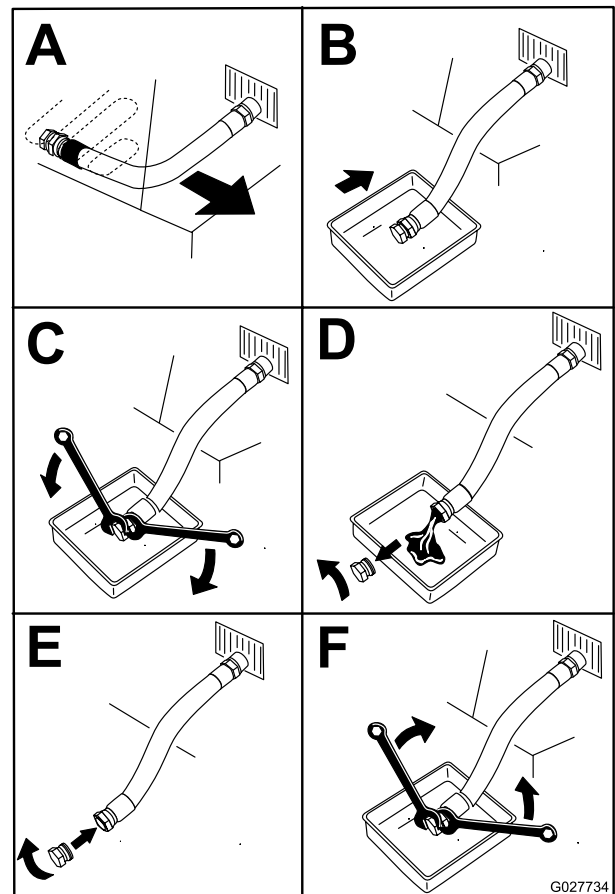

Bild 46
5. Lassen Sie das Öl vom Motor ab (Bild 46).